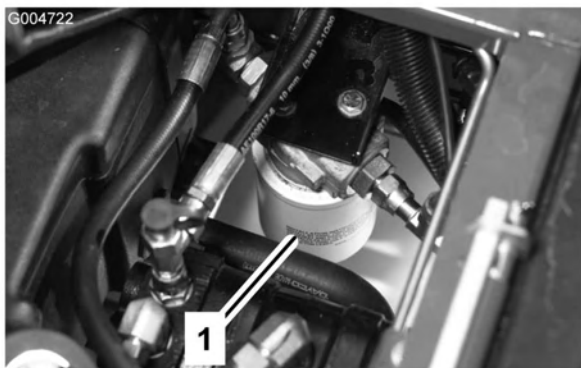

Figura 70
2. Limpe a zona em torno da montagem do filtro. Coloque um recipiente de escoamento debaixo do filtro e retire o filtro (Figura 70).